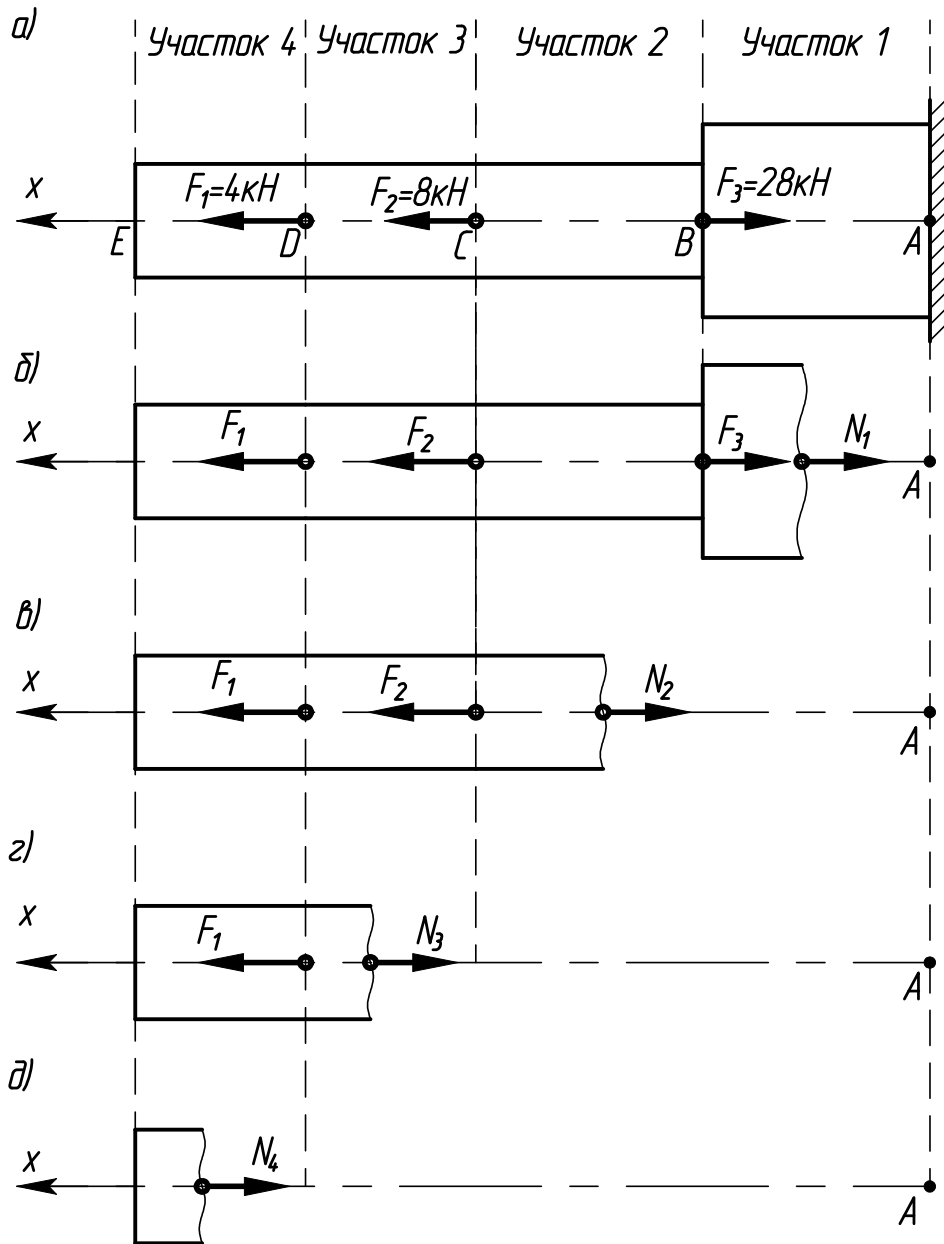

Рисунок 1
1. Вычерчиваем в масштабе схему бруса с указанием численных значений заданных величин (рисунок 1,а).
Заданный брус разбиваем на участки. Границами участков являются сечения, в которых приложены внешние сосредоточенные силы, и сечения, в которых изменяется площадь. Таких участков четыре (рисунок 1). Границы участков обозначим буквами.
Для определения значений продольных сил N_i , действующих в поперечных сечениях бруса, воспользуемся методом сечений, при котором действие отброшенной части стержня заменяем силой N_i (рисунок 1,б,в,г,д), которую направляем предполагая, что стержень растянут.
1) для участка 1 (рисунок 1,б) уравнение равновесия:
2) для участка 2 (рисунок 1,в) уравнение равновесия:
3) для участка 3 (рисунок 1,г) уравнение равновесия:
4) для участка 4 (рисунок 1,д) уравнение равновесия: